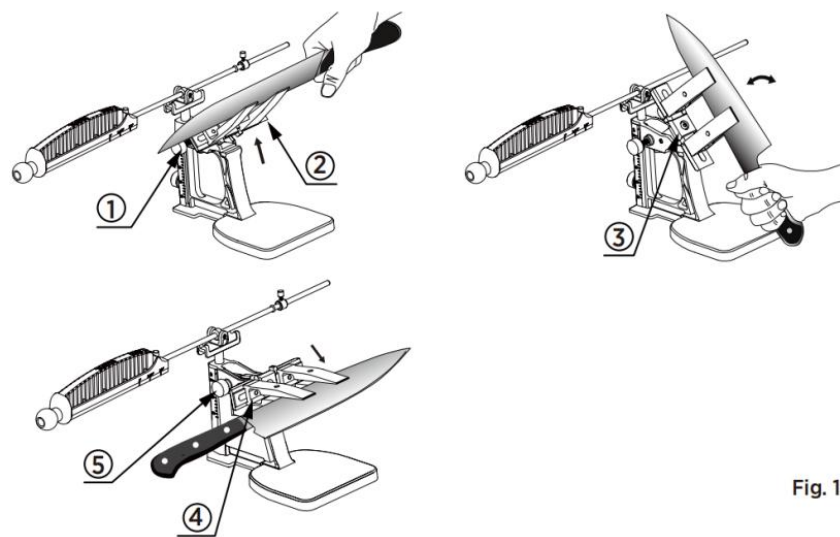

Fig. 15
3. Continúe afilando hasta que sienta una rebaba a lo largo de todo el filo en el lado opuesto de la cuchilla. Afloje el botón de giro, levante el haz rotatorio y gírelo cuidadosamente 180° para cambiar al lado opuesto de la cuchilla. Sostenga el mango del cuchillo para un mejor control durante este paso. (Ver Fig. 15). Una vez completado el ajuste, apriete firmemente el botón de giro.